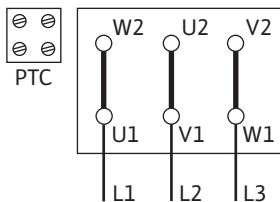

Fig. 12: Δ-схема
- Подключение к сети зависит от мощности двигателя P2, сетевого напряжения и типа пуска. Требуемое переключение соединительных перемычек в клеммной коробке можно определить по следующей таблице, а также по Fig. 12, 13 и 14.